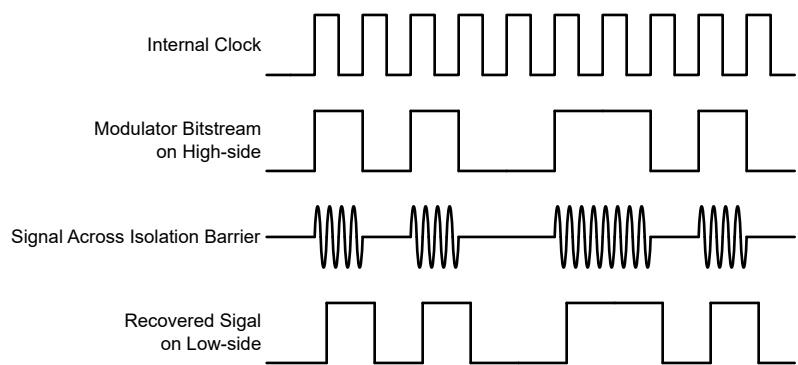

図 7-1. OOK ベースの変調方式
図 7-1 に示されているように、AMC0381R-Q1 は、オン / オフ キーイング (OOK) 変調方式を使用して、変調器の出力ビットストリームを、 SiO_2 ベースの絶縁膜間で伝送します。送信ドライバ (TX) をに 機能ブロック図 示します。TX は、内部で生成された高周波キャリアを絶縁バリア越しに送信し、デジタル 1 を表現します。ただし、TX はデジタル 0 を表す信号を送信しません。AMC0381R-Q1 で使用されるキャリアの公称周波数は 480MHz です。